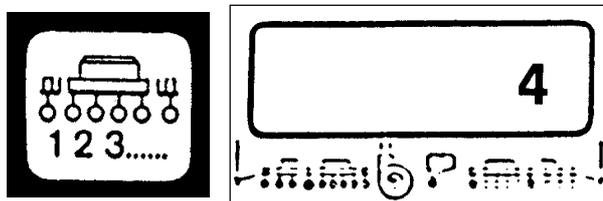

Fig.4
4.2.3 Touche "Impulsions/100 m" (Fig.4)
4.2.4 Touche "Nombre d'agrégats" (Fig.4)